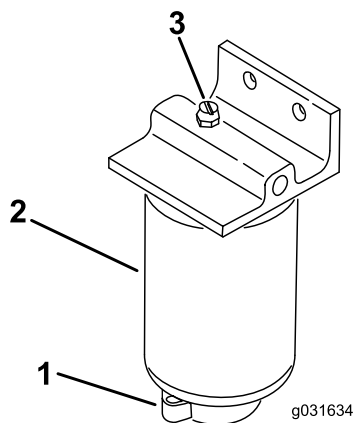

Figura 52
2. Allentate la valvola di spurgo situata nella parte inferiore del filtro (Figura 52).
1. Pulite la superficie circostante i supporti del filtro (Figura 52).